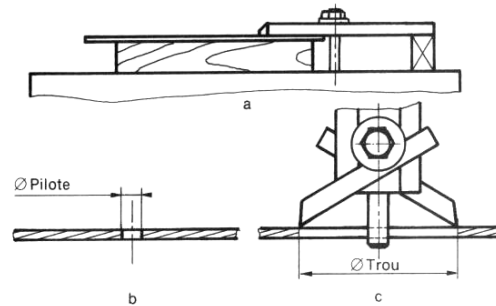

Figure 9
**8) Perçage sur tôle** (figure 9)
- Immobiliser la pièce par bridage ou pince-bloc ; une cale de bois est nécessaire entre la pièce et la table de la machine (figure 9.a).
- Percer le trou au diamètre du guide ou du pilote (figure 9.b).
- Découper le trou (figure 9.c).